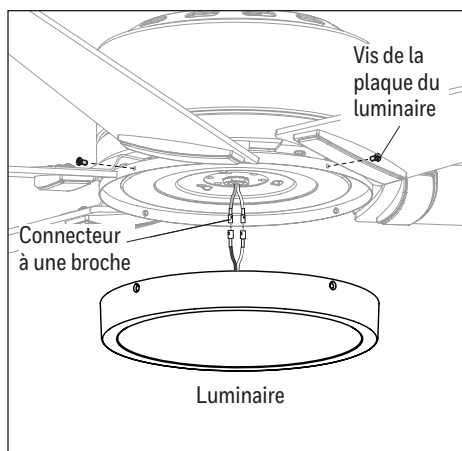

Figure 5.7
7. Retirez les quatre vis de plaque du luminaire préassemblées à la plaque du luminaire. Raccordez ensuite le connecteur à une broche du ventilateur au connecteur à une broche de luminaire - bleu à noir et blanc à blanc. Fixez de luminaire à l'aide de la vis de plaque du luminaire retirée précédemment (Figure 5.7).